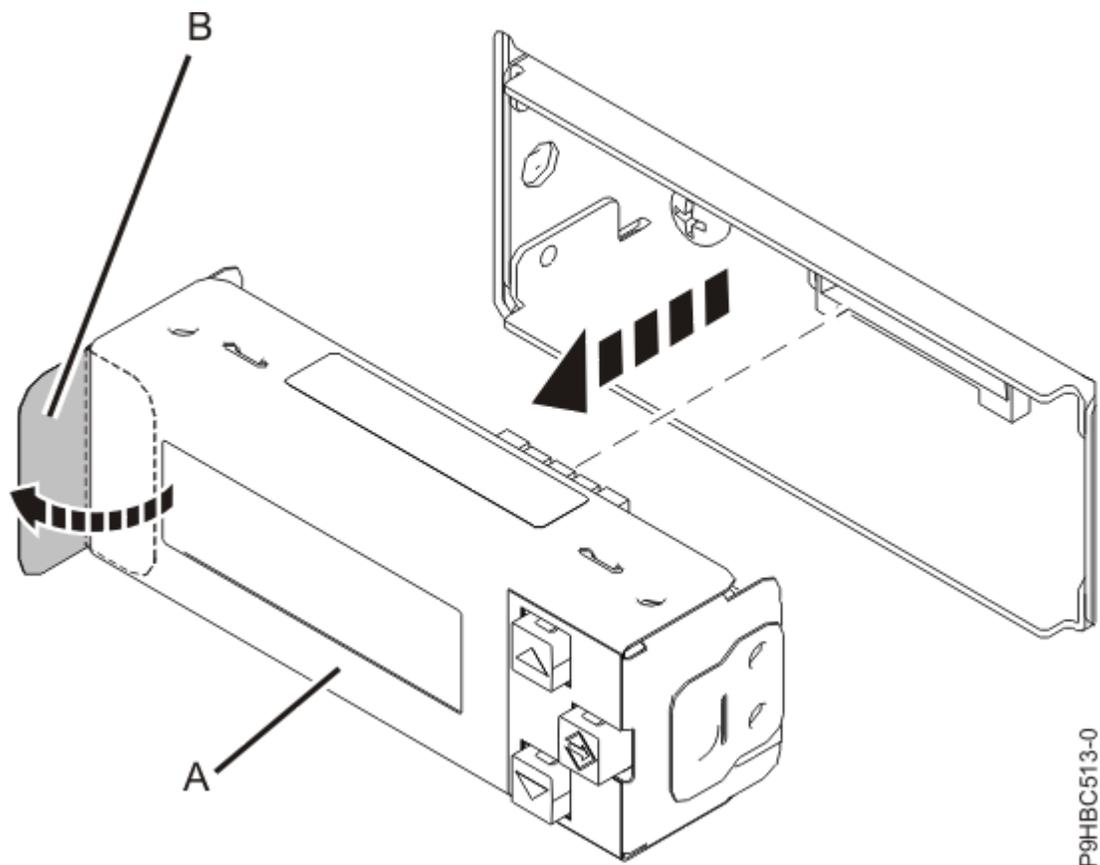

Figura 42. Remover o ecrã do painel de controlo
2. Remova o ecrã do painel de controlo **(A)** ao puxar a patilha **(B)** conforme apresentado em Figura 42 na página 44.